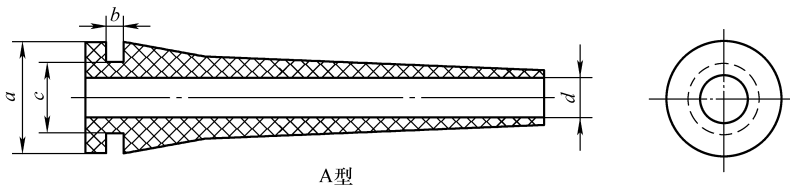
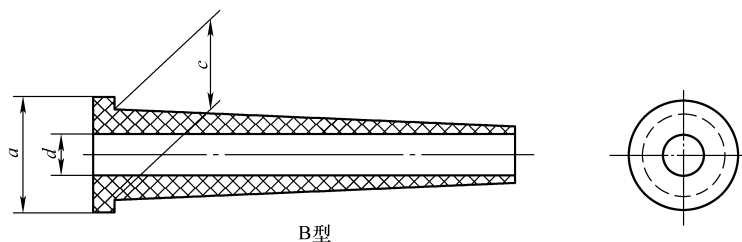

图 2-6 电动工具电源线护套 A 型
图 2-7 电动工具电源线护套 B 型
- 5) 电动工具电源线护套有 A 型（见图 2-6）、B 型（见图 2-7）两种。A 型电动工具电源线护套结构尺寸见表 2-6。B 型电动工具电源线护套结构尺寸见表 2-7。